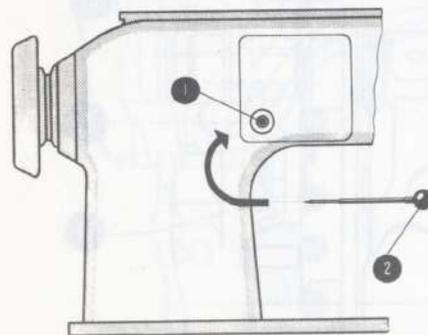

Abb. 3
Zu 1: Zum Einstellen einer Maschine ist eine absolut gerade Nadel System 287 WH Nr. 100 zu verwenden. Zunächst ist die Nadel auf die Mitte des Stichloches einzustellen. Es erfolgt dies dadurch, dass zunächst die Stichbreitenkulissee auf die Mitte der Kulissenachse eingestellt wird. (Siehe Abb. 3 und 4). Die Kulissenwelle ist als Hohlwelle (1) ausgebildet. Von der Rückseite der Maschine kann durch die Bohrung der Welle der Kulissenzentrierbolzen (2) - Einstellwerkzeug N 32-NU-2 - geschoben werden. Der Zentrierbolzen (2) ist vorne kegelig angespitzt, so dass er beim Einschieben in die Kulissenwelle die Bohrung des Auges der Verbindungs-lasche (3) für die Links-Mitte-Rechts-Einstellung, das in der Kulissee eingehängt ist, trifft.